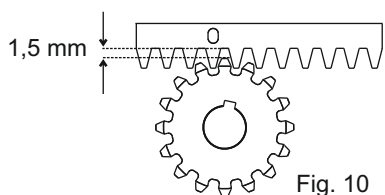

Fig. 10
5.6. Toda la cremallera va levantada de 1,5 mm para evitar que el peso de la cancela llegue hasta el piñón (Fig. 10), Atencion: mantener un juego de al menos 0,5 mm entre diente de piñón y diente de cremallera;